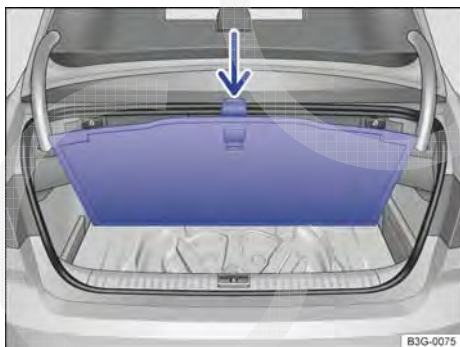

Fig. 232 No compartimento de bagagem: assoalho do compartimento de bagagem enganchado.
- Enganchar a cobertura do compartimento de bagagem no gancho integrado na alça, na vedação da borda superior do compartimento de bagagem → Fig. 232 (seta).